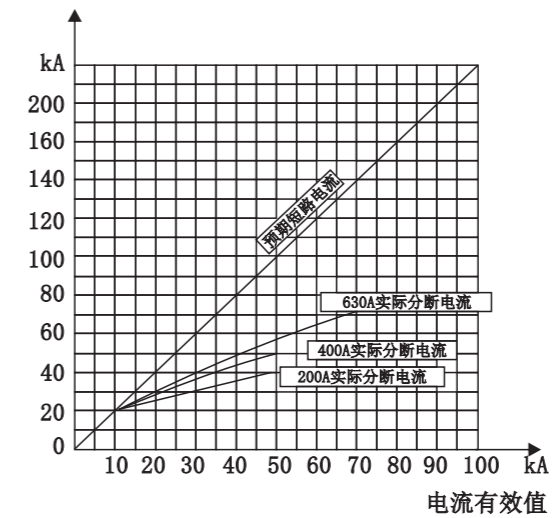

图1 380V时限流特性
2. 欠电压脱扣器衔铁与铁芯之间间隙过大, 通电后不吸合。	调节机构滑块上的调节螺钉, 使间隙 ≤ 1mm, 见附图1
### 5.4 限流断路器的限流特性见图1